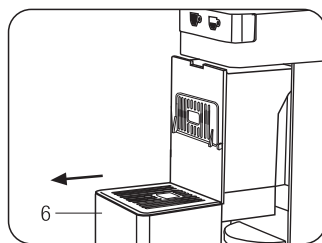
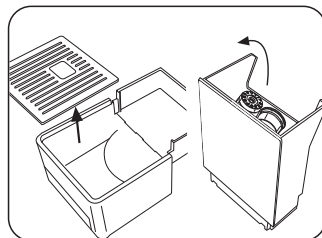

Fig. 11
Fig. 12
Le récipient des capsules utilisées peut contenir un maximum de 8 capsules. Il faut donc le vider régulièrement pour éviter que les capsules ne s'encastrent. Pour ce faire, il faut retirer le récipient des capsules (6) (**Fig. 11**). Vider le récipient des capsules et le rincer. Nettoyer les résidus d'eau et de café du bac et de la grille (**Fig. 12**). Lorsque c'est fait, réintroduire le bac avec le récipient des capsules.